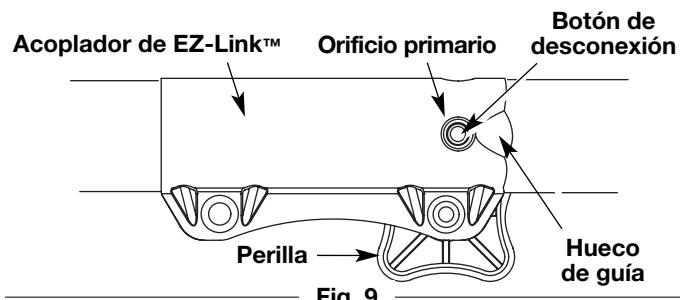
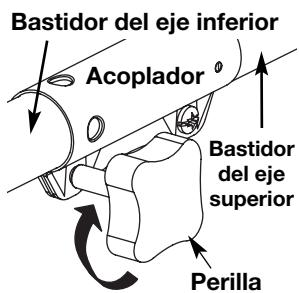

Fig. 9
Fig. 10
- Mientras que firmemente sostiene el accesorio, empújelo derecho en el acoplador hasta el botón liberador (Fig. 9) se encja a presión hacia el agujero primario (Fig. 9). El agujero primario está en el lado opuesto del acoplador de la perilla (Fig. 9). La alineación del botón de desconexión con el hueco de guía facilitará la instalación (Fig. 9).
- Gire la perilla en sentido horario para ajustarla (Fig. 10).
**PRECAUCIÓN :** Trabe el botón de desconexión en el orificio primario (Fig. 9) y ajuste bien la perilla (Fig.10) antes de operar esta unidad.
**PRECAUCIÓN :** Antes de operar esta unidad, cerciórese de que el botón de desenganche esté completamente trancado en el orificio primario (Fig. 9), y que la perilla (Fig. 10) esté suficientemente apretada.